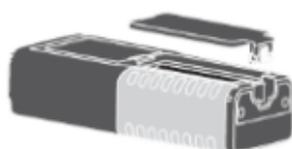

Abb. 9: Wechsel der Innenbatterie
1. Drehen Sie die Befestigungsschraube aus dem Batteriefachdeckel, legen Sie die Schraube beiseite und entfernen Sie den Deckel (siehe Abb. 9)